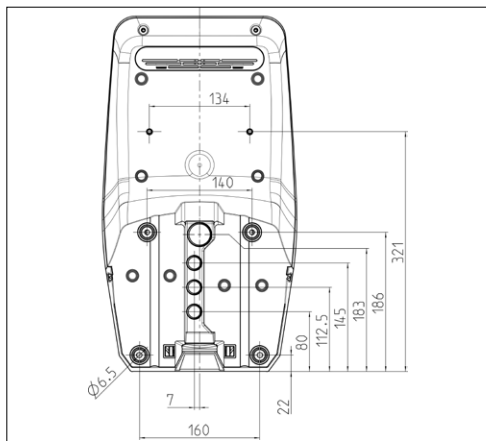

Fig.: 10. Dimensioni dei fori [mm]
- ▶ Tracciare i fori di fissaggio in base alla dima di foratura fornita in dotazione o all'illustrazione „Fig.: 10. Dimensioni dei fori“.